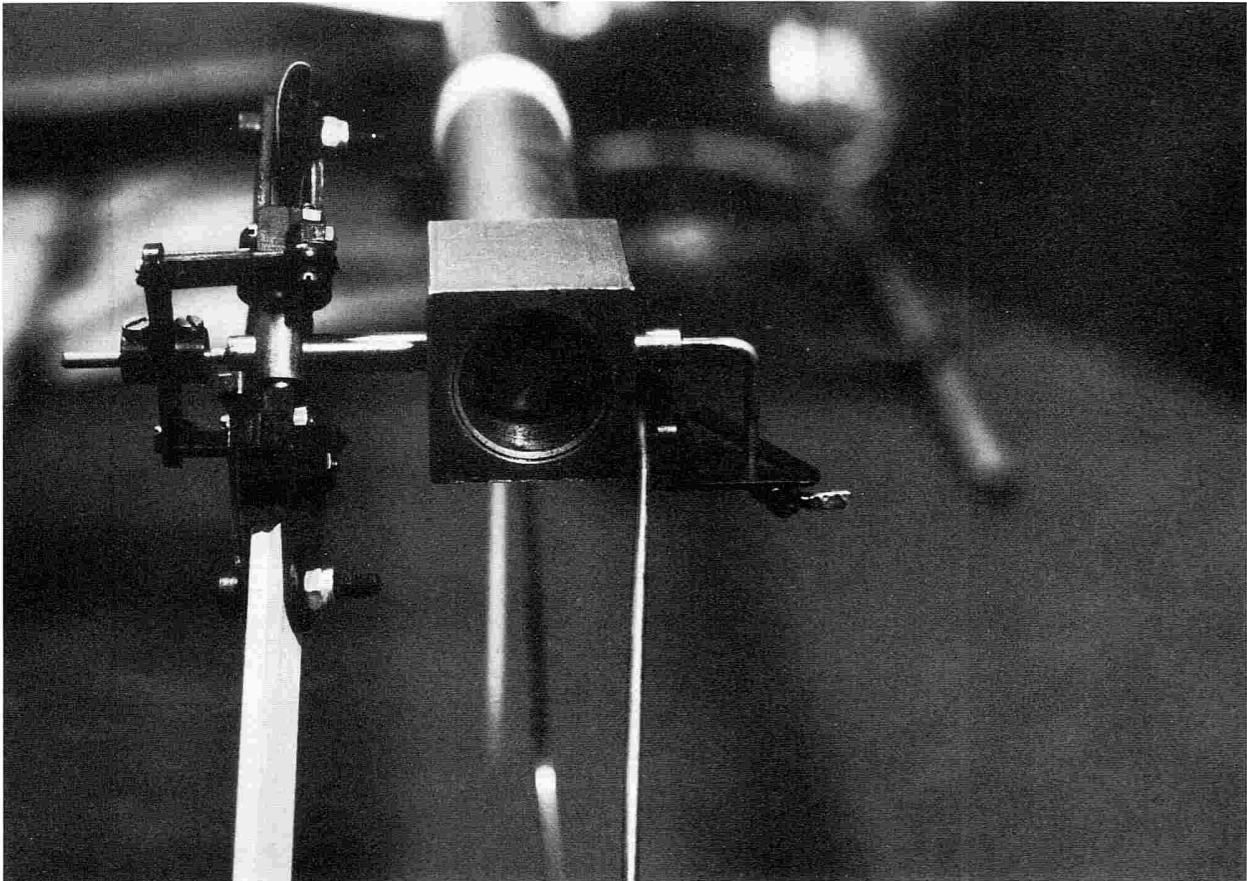

Abb. 9
Zur endgültigen Montage werden auf die Steuerungen 165 die Stellringe 170 zusammen mit Unterlegscheiben und der Lasche aufgeschoben. **Dabei ist folgende Reihenfolge zu beachten:** Stellring, Unterlegscheibe, Lasche, Unterlegscheiben, Stellring. Bewegt man nun den Steuerhebel 165 in der Kulissee, so muß die gesamte Heckrotoreinheit leicht beweglich sein (ölen). Bleibt der Steuerhebel (165) in der Kulissee an den Enden hängen, so muß die Steuerkulissee mit etwas Schleifpapier oder einer kleinen Feile leicht nachgearbeitet werden, so daß sich der Steuerhebel leicht aber spielfrei in der Kulissee bewegen läßt (**Abb. 9**).
Danach wird der Drahtsporn laut Zeichnung 1 abgewinkelt und angeschraubt, wobei er hinten zusammen mit der Steuerkulisze 164 und einer Schraube M 3 x 8 angeschraubt wird und vorne an der Flosse 161 mit einer Schraube M 3 x 10 befestigt wird. Die Flossen müssen jeweils rechtwinklig zu den Hauptachsen ausgerichtet werden (siehe auch **Abb. 9**).